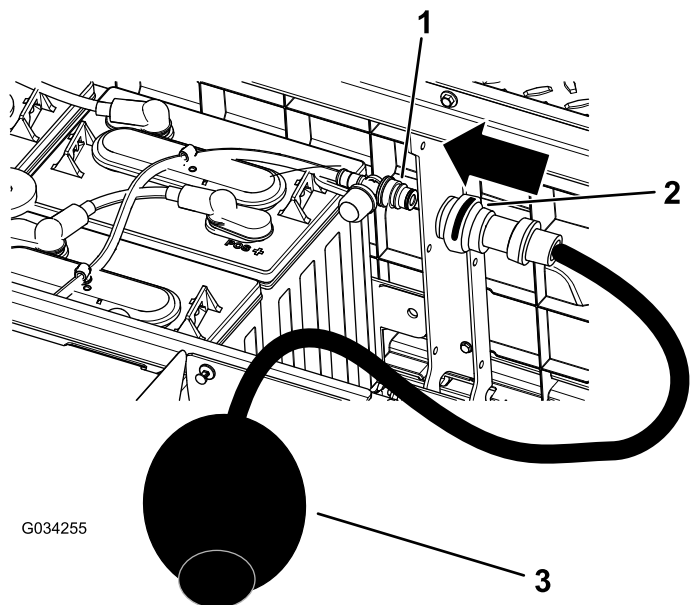

图 38
4. 将 Toro 手动水泵连接到加水口 **图 38**。